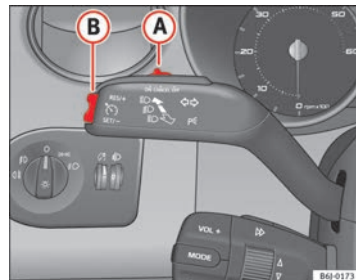

Abb. 111 Blinker- und Fernlichthebel: Schalter und Wippe für die Geschwindigkeitsregelanlage
- Schieben Sie den Schalter → Abb. 111 **A** nach links auf **ON**.